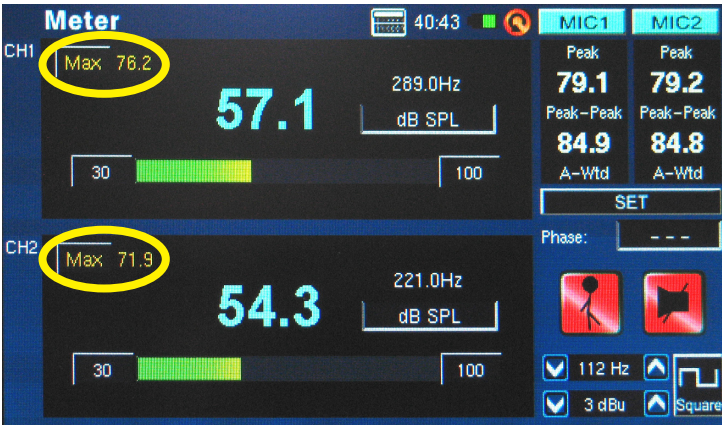

图 63
- 4. Max level (最大电平)** – 虽然并未在设置菜单中提及，但在许多功能中都有最大电平设置(例如电平表)。最大电平可一直保持直至重新设定数值。可通过简单地点击屏幕上的“max”命令实现(图63)。